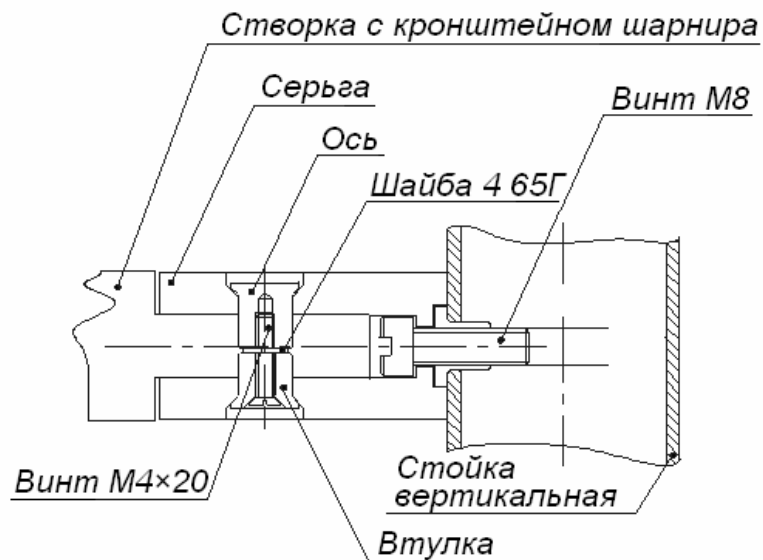

Рисунок 14. Крепление шарниров к опорной стойке поворотной секции ограждения
3. На опорной стойке двумя винтами M8×25 закрепите две серьги шарниров, как показано на рис. 14.
4. Установите в рабочее положение и закрепите болтами M10 опорную стойку. Соберите шарнирные узлы со створкой на опорной стойке, как показано на рис. 14.
4. Закрепите на опорной стойке двумя винтами M8×25 две серьги шарниров, как показано на рис. 14. Установите в рабочее положение опорную стойку. Для обеспечения вертикальности установки стоек рекомендуется использовать монтажные прокладки $50 \times 20 \times 0,5 \dots 0,8$ мм.